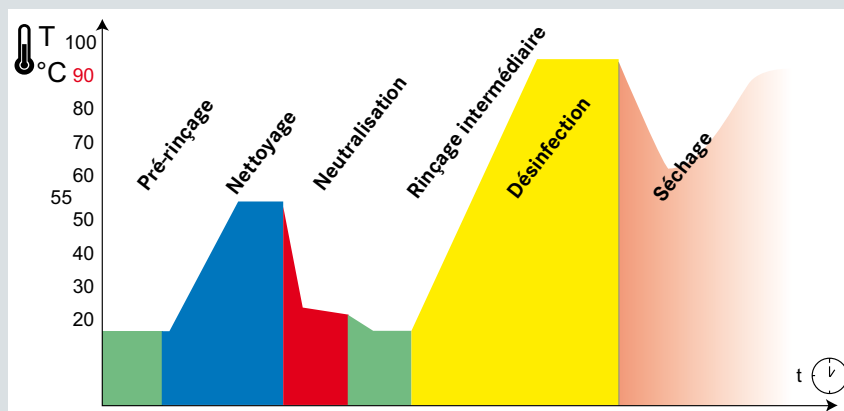

Fig. 3 Diagramme de la séquence du programme Vario TD.
* Si le laveur-désinfecteur Miele n'est pas disponible, respecter les paramètres de la séquence du programme Vario TD (voir fig. 3)
2. Démarrer le programme Vario TD (pour la séquence du programme, voir figure 3) incluant la désinfection thermique.